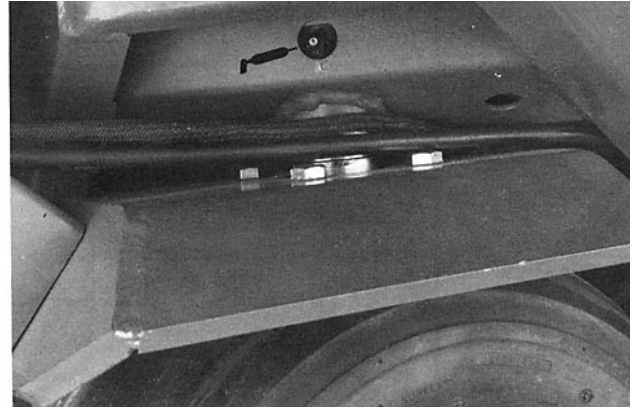
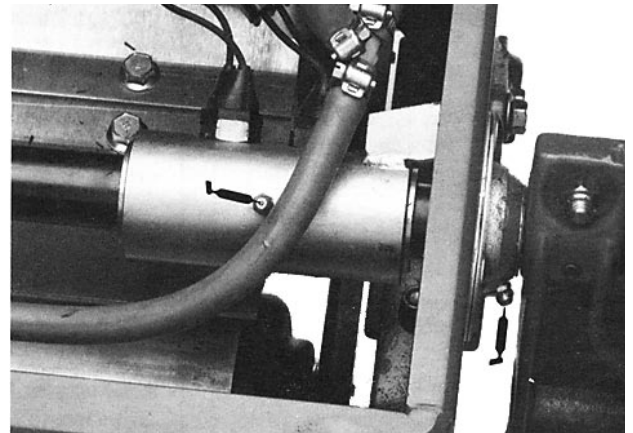
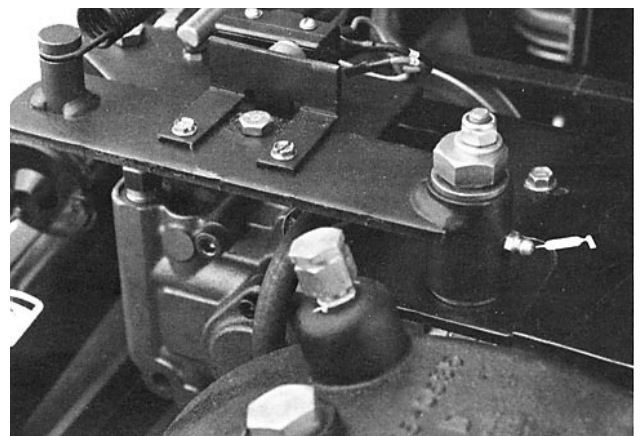

Bild 14
Bild 15
Bild 16
Die einzufettenden Lager und Büchsen befinden sich an den folgenden Stellen: Lenkgelenkwelle (Bild 14), Grenzschalergehäuse (Bild 15) (2), an der Hubarmwelle (Bild 15) und an der Leerlaufgelenkwelle (Bild 16).